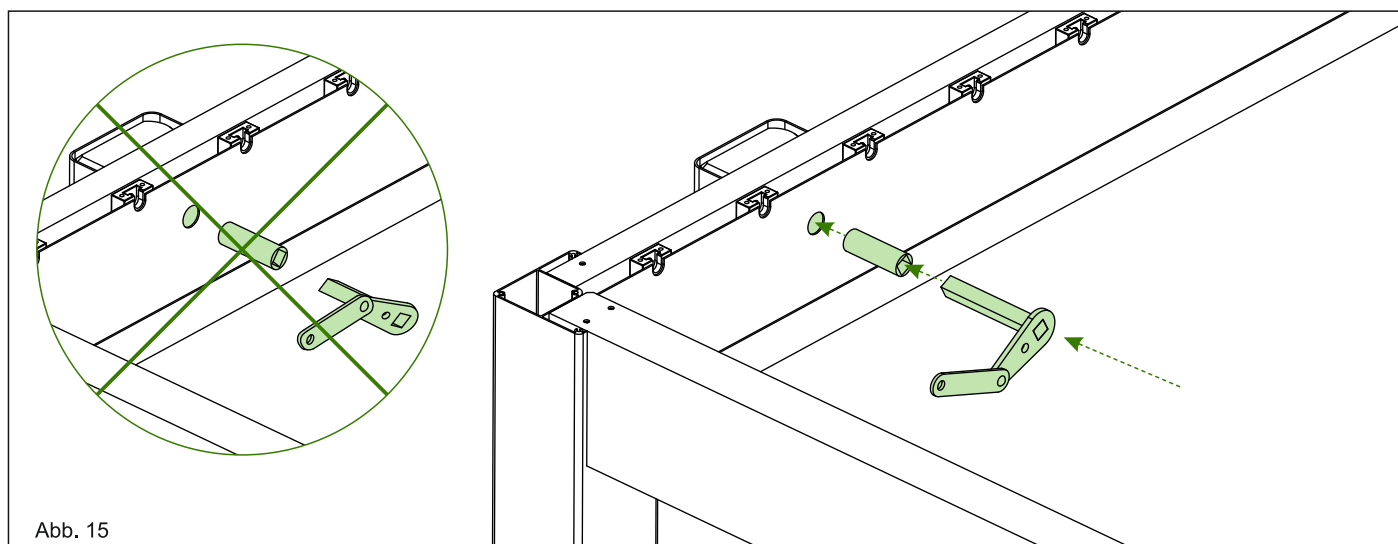

Abb. 15
6.2. Führen Sie den Getriebeeinsatz sowie Getriebehülse durch das Loch für die Handkurbel am Träger. Siehe Abb. 15.